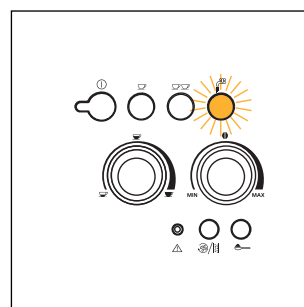

Fig.22
- Anbring en tom beholder under cappuccinoadapteren (fig. 3). Drej dampknappen en halv omgang i retning mod uret så den drejes helt i bund (kontrollampen  begynder at blinke fig. 22). Lad vand blandet med damp løbe ud i nogle sekunder indtil der kun kommer damp ud.